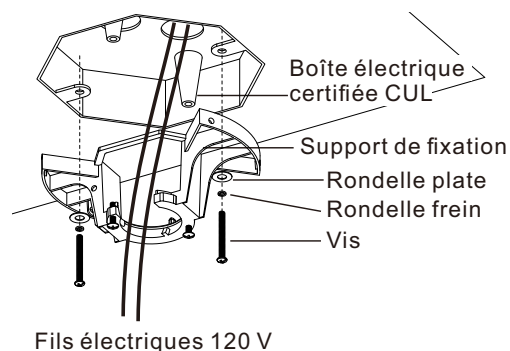

Figure 9
**Étape 1 :** Faire passer les câbles d'alimentation 120 V à travers l'orifice central du support de fixation au plafond, comme illustré à la (Voir fig. 9).